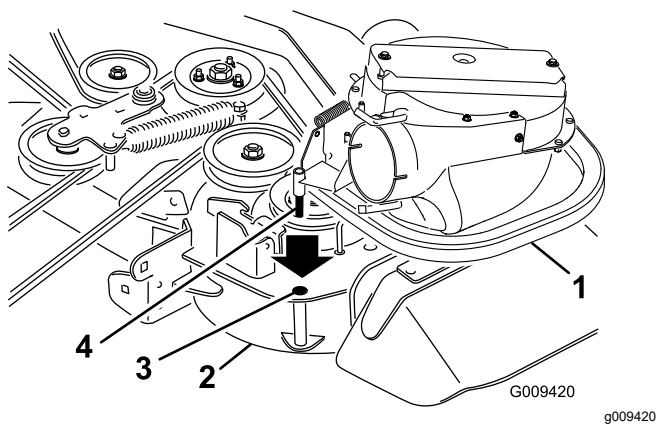
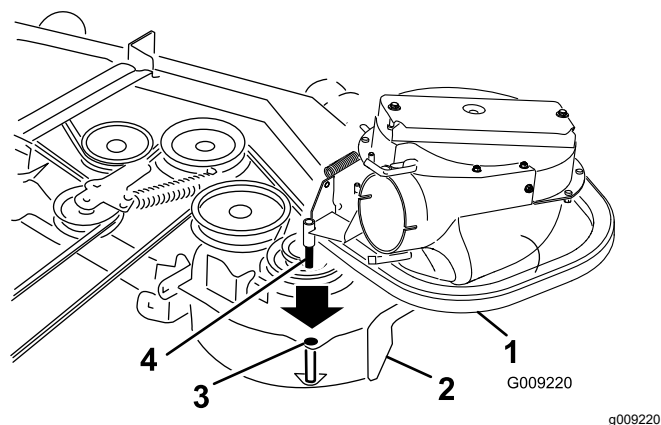

Figure 17
Figure 18
2. Insérez l'ergot du ventilateur dans le trou de pivot (Figure 17 ou Figure 18).